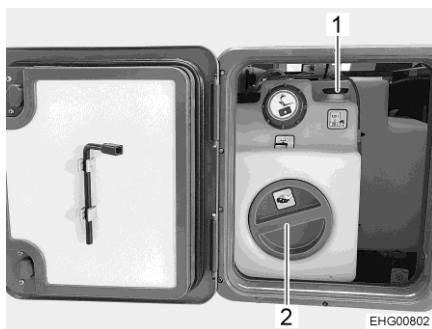

Bild 206 Vattentank med ratt
- Tag av vattentankens lock (Bild 206,2).